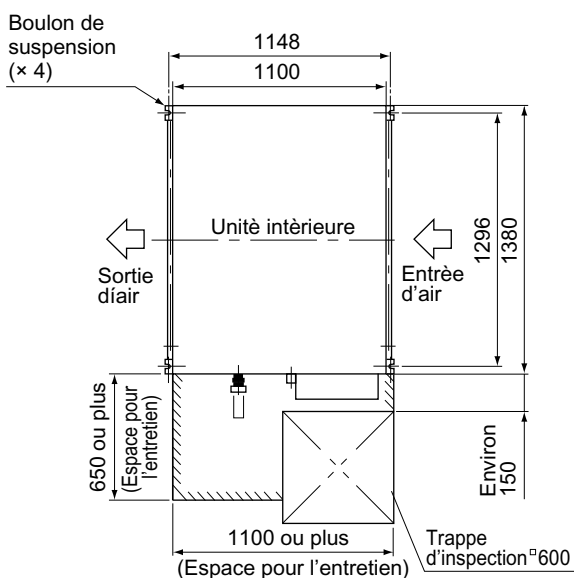

Fig. 2 (longueur : mm)
- (1) Pions relatives de l'unité intérieure et du boulon de suspension (Reportez-vous à la Fig. 2)